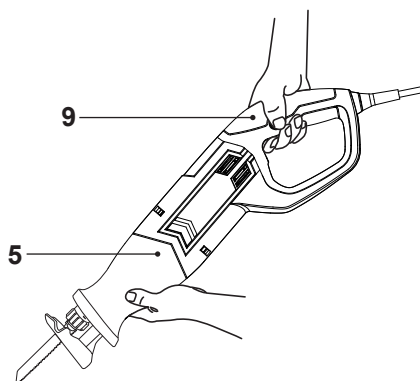

Fig. 7
- > Comprove que há espaço suficiente para a lâmina (1) por debaixo da peça de trabalho.
- > Segure o produto com uma mão na pega (9) e com a outra mão na superfície de aperto (5). Nunca coloque o produto a funcionar só com uma mão. Mantenha as suas mãos afastadas da parte inferior da peça de trabalho (Fig. 7).